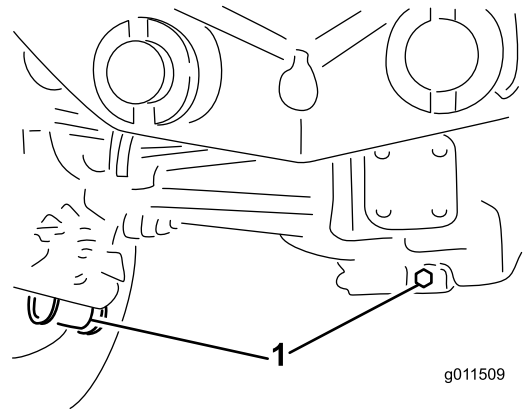

Bild 93
2. Reinigen Sie den Bereich um die drei Ablassschrauben, d. h. jeweils eine an beiden Enden und eine in der Mitte (Bild 93).